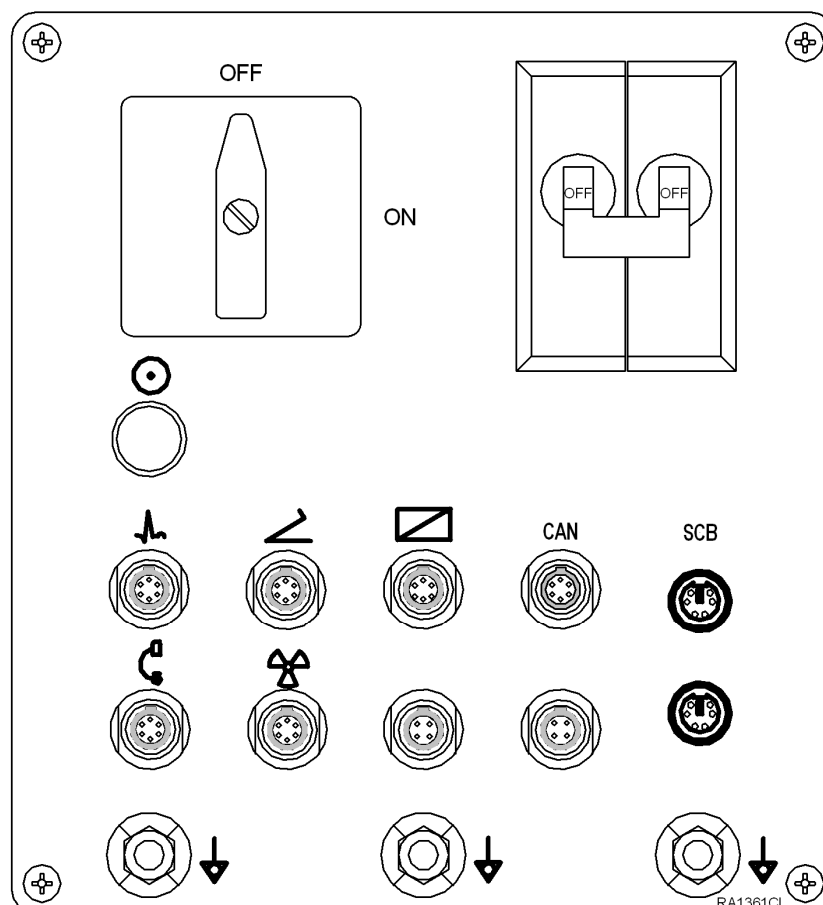

Figura 2 - 24 Ligações externas
- O cabo do ECG é ligado à tomada com o sinal ECG (vermelho) (Figura 2 - 24).
- O cabo equipotencial do aparelho de ECG deve estar ligado a uma tomada com terra (Figura 2 - 24).
Existe a possibilidade de ligar um campo de comando à distância na parte posterior do dispositivo (Figura 2 - 24), na tomada "campo de comando à distância" (verde). Esta opção minimiza a carga de radiação para o operador, na medida em que permite que este comande o MODULITH SLX-F2 a partir de uma sala ao lado. O campo de comando à distância corresponde ao painel de controle normal.